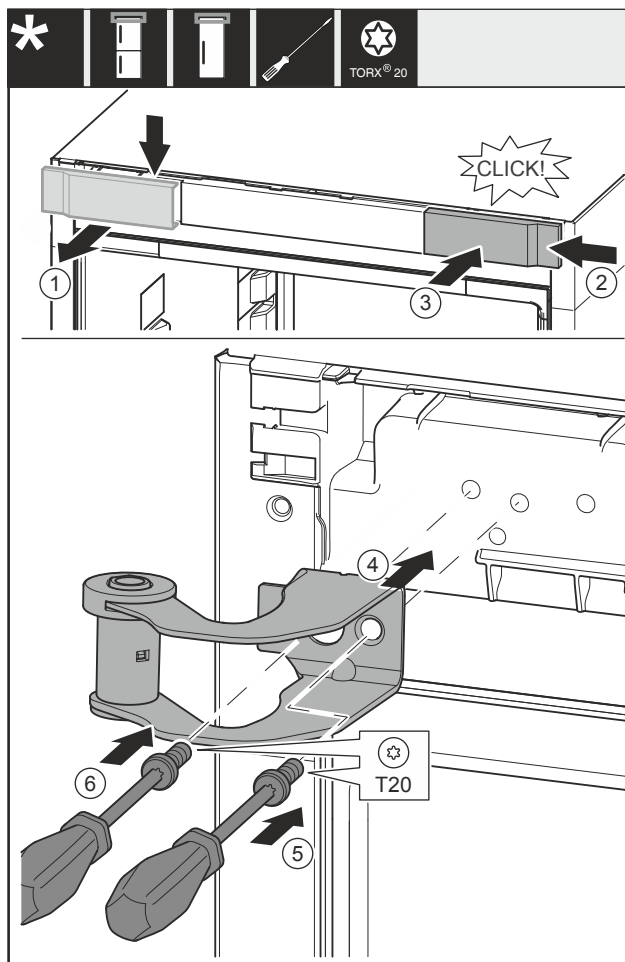

Fig. 22
- ▶ Skinite poklopac Fig. 22 (1) odozgo prema naprijed.
- ▶ Zakvačite poklopac Fig. 22 (2) okrenut za 180° na drugoj strani zdesna.
- ▶ Pustite da se poklopac Fig. 22 (3) uglavi.
- ▶ Postavite gornji podložak ležaja Fig. 22 (4).
- ▶ Pritegnite vijak Fig. 22 (5).
- ▶ Pritegnite vijak Fig. 22 (6).